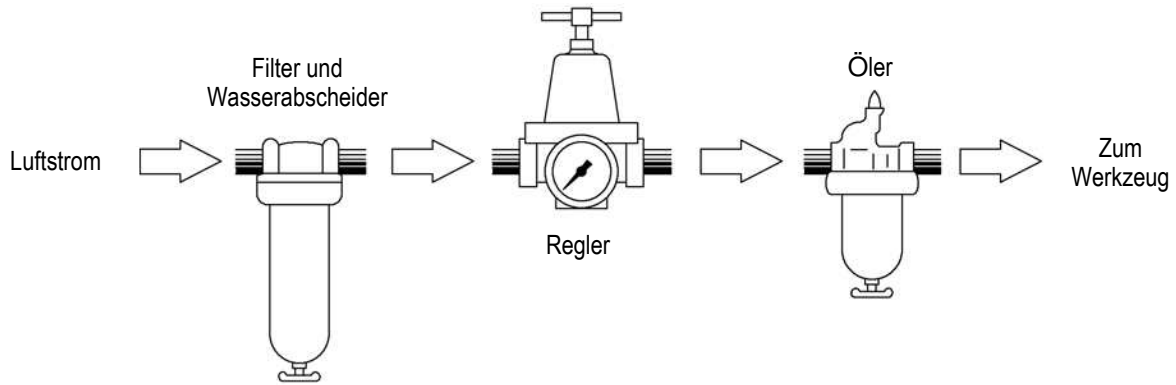

Abbildung 3
4. Schließen Sie den Druckluftschlauch an eine zulässige Druckluftquelle an. Es wird empfohlen, für das Pneumatic Power Bench Assembly eine auf ihre Mindestleistung eingestellte pneumatische Wartungseinheit zu verwenden. Siehe Abbildung 3.